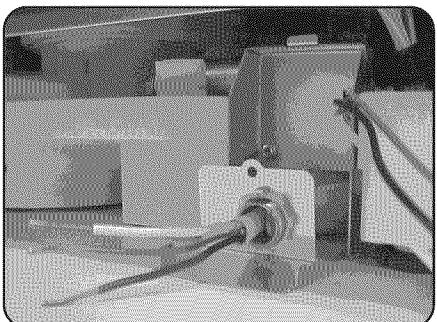

Figure 27/Illus. 27
- 2) Pass the electrical supply cable through the strain relief, as shown in Figure 27. Leave 3 - 4 inches of insulated wire extending through the strain relief plate.
- 2) Passer le câble d'alimentation par le réducteur de tension, figure 27.
- 2) Corra el cable de alimentación eléctrica a través del alivio de presión, como muestra la Ilustración 27. Permita que de 3 a 4 pulgadas (de 7.5 cm a 10 cm) de cable aislado se pasen de la placa de alivio de presión.